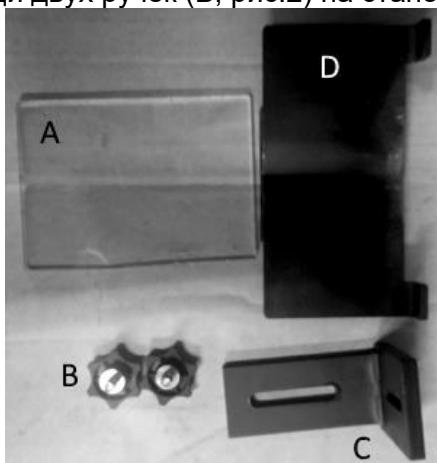

Рис.2
- Установите кронштейн опорного стола (С, рис.2) на станок.
- Установите опорный стол (D, рис. 2) на кронштейн.
- Установите прозрачный экран (A, рис. 2) при помощи двух ручек (B, рис.2) на станок.